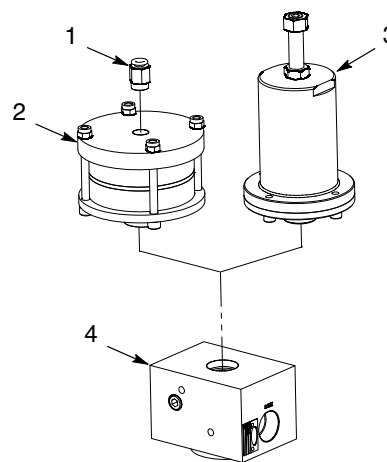

Рис. 4 Замена узла пневмоцилиндра
1. См. рис. 4. Снять фитинг (1) с узла пневмоцилиндра (2).
2. Вывернуть узел пневмоцилиндра (2) из корпуса пистолета (4).
3. Ввернуть новый узел пневмоцилиндра (2) в корпус пистолета (4) до упора.
4. Нанести состав для трубных соединений на резьбу фитинга (1). Поставить фитинг в узел пневмоцилиндра (2) и надежно затянуть.
1. См. рис. 4. Вывернуть узел пружинного привода (3) из корпуса (4).
2. Ввернуть новый узел пружинного привода (3) в корпус (4) до упора.